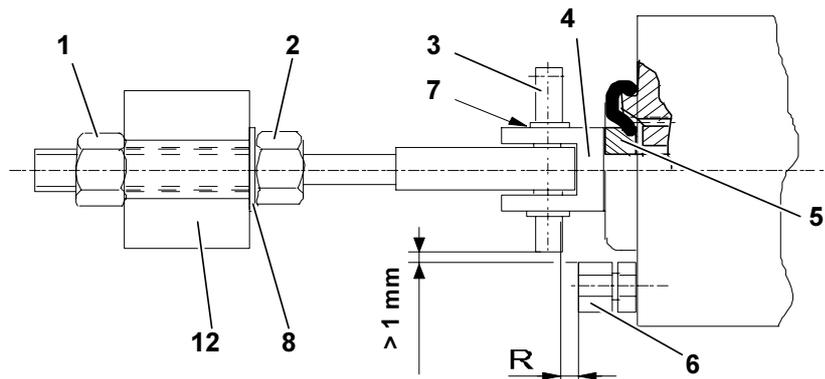
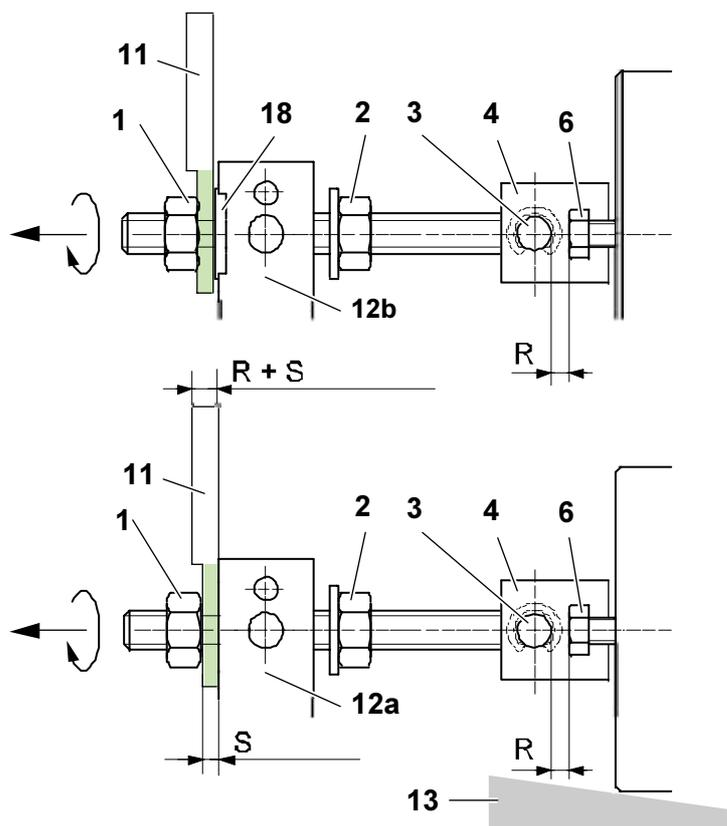

图 10a 单可动铁芯电磁线圈 [17708; 19.10.2010]
图 11 单可动铁芯电磁线圈 - 设置调节螺母 M [37193; 20.12.2010]
- 在单可动铁芯电磁线圈下放一块木楔块(13) (图 11)，以保持单可动铁芯电磁线圈水平位置。
- 若U型件锁紧螺母 (5) 只是松了，则按以下步骤进行：
- 旋松调节螺母 (1) 和 锁紧螺母 (2)。
- 确定可动铁芯的总冲程 (Y) 并将其与铭牌上所显示的值相比较 (参见章节 2.1)。
- 若可动铁芯的总冲程 (Y)超出允许范围 (参见表17)，旋转U型件锁紧螺母 (5) 来调节可动铁芯总冲程(Y)。
- 反向旋转U型件锁紧螺母 (5)和U型件 (4) 相互锁紧。
- 确保U型件销轴 (3) 与冲程指示器 (6) 之间的侧隙 > 1 mm ，参见图10a。若U型件销轴 (3) 太接近冲程指示器 (6)，则在U型件 (4) 与保持垫圈间插入一片薄垫圈 (7)。
- 确保在调节螺母M (1) 下没有垫圈，图10a。
- 放松调节螺母M (1)和锁紧螺母 (2)，使其足以检查总冲程Y和冲程指示器 (6)：
按图11插入量规 4.5 mm (黄色)，并核实 R = 0。